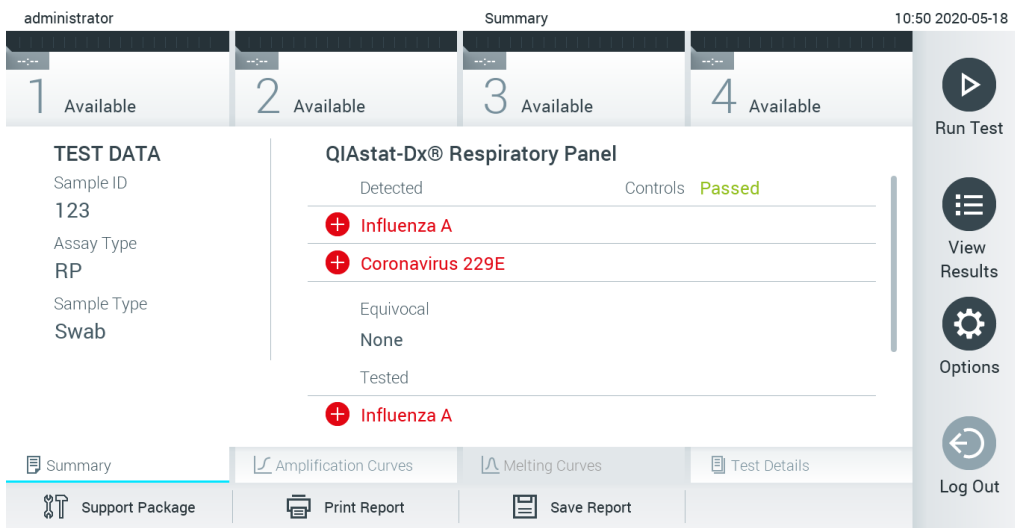

图 30. 结果 Summary (摘要) 屏幕。
11. 排出 QIAstat-Dx 检测试剂盒后，将显示结果 **Summary** (摘要) 屏幕 (图 30)。有关详情，请参阅第 5.4 节。